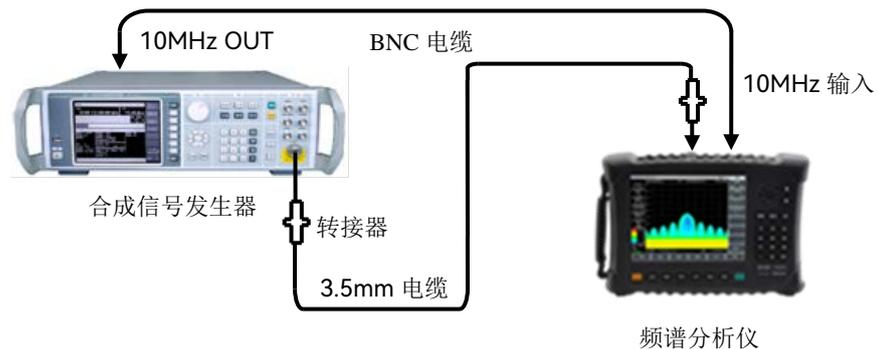

图12-18 输入衰减器转换不确定度测试设置
- 1) 按图 12-18 连接测试设备,合成信号发生器 1464A 为频谱分析仪提供频率参考;